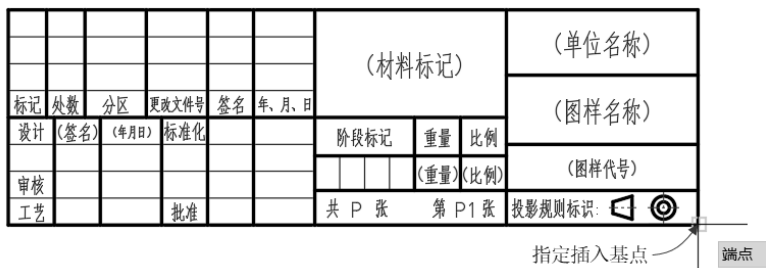

图 9-17 指定插入点
④ 在功能区“插入”选项卡的“块定义”面板中单击“创建块”按钮，弹出“块定义”对话框。
⑤ 在“块定义”对话框的“名称”框中输入新块名称为“GB 标题栏-ZJ”。
⑥ 在“对象”选项组中选择“转换为块”单选按钮，单击“选择对象”按钮，AutoCAD 系统临时关闭“块定义”对话框，指定两个合适的角点来选择整个标题栏（当然包括所有属性定义），按〈Enter〉键返回“块定义”对话框。
⑦ 在“基点”选项组中确保取消选中“在屏幕上指定”复选框，单击“拾取点”按钮，在图形窗口中捕捉单击标题栏的右下角点作为插入基点，如图 9-17 所示。此时返回到“块定义”对话框。